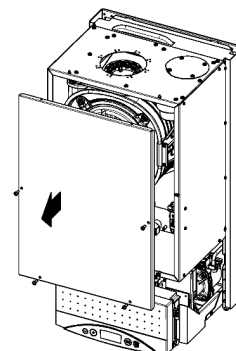

Fig. 2
6. Scoateți capacul frontal al camerei de ardere (fig. 2).